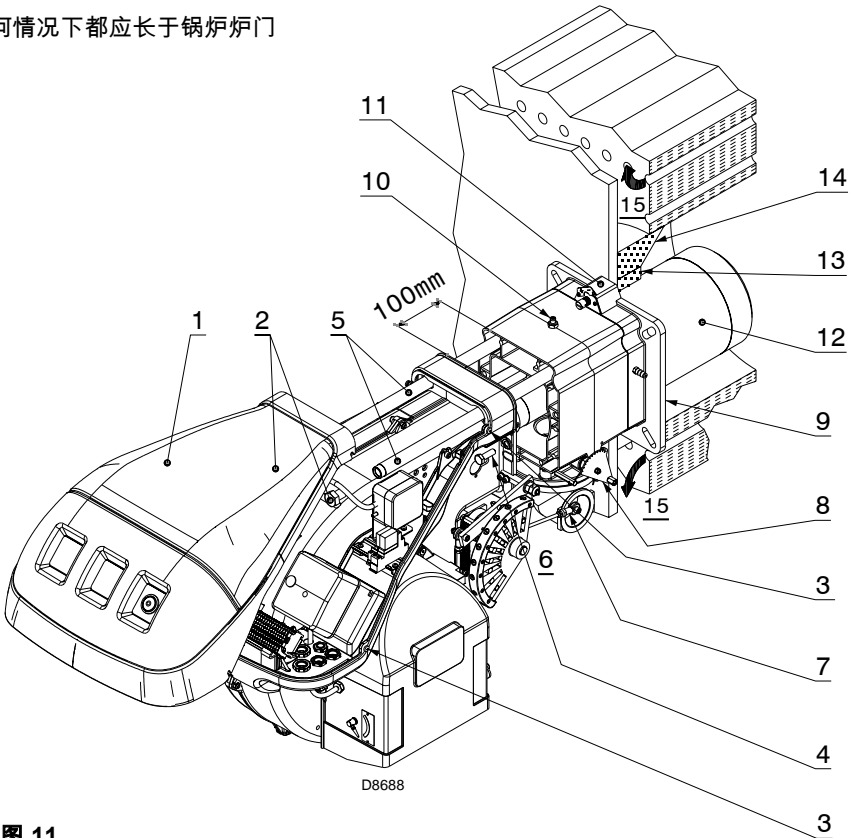

图 11
此保护性炉补不得妨碍取下燃烧筒。见图 11。
从燃烧器上拆下燃烧头，图 11。
进行完上述操作后，将法兰 11)(图 11) 固定到锅炉钢板上，中间插入随附的隔热垫 9)(图 11)。
- 从管路连接处 4) ,沿滑杆 3) 推进燃烧器剩余约 100 mm ,直至达到图 11 所示位置；